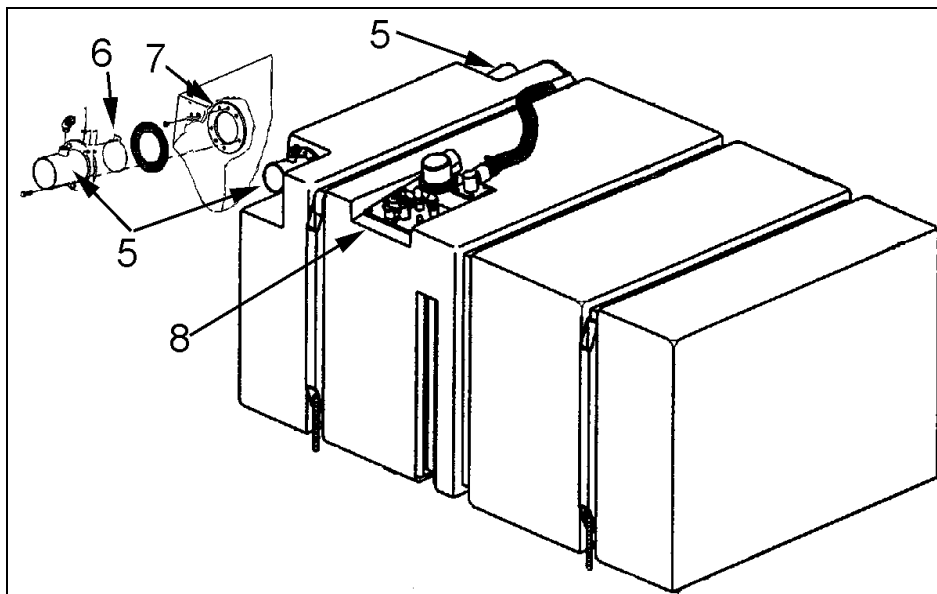

FIGURE 8 : ⑤ RACCORDS DU RÉSERVOIR, ⑥ CLAPET EXISTANT, ⑦ BRIDE INTÉRIEURE, ⑧ PANNEAU DES RACCORDS
6. Déboulonner et retirer les raccords fixés au réservoir (item ⑤ figure 8) en ayant pris soin préalablement de déconnecter la ligne de retour de carburant sur le raccord du côté droit.
7. Retirer les clapets anti-retour des raccords (item ⑥ figure 8).
10. Retirer le panneau des raccords (item ⑧ figure 8).
11. Fixer les brides intérieures du réservoir (item ⑦ figure 8) avec une attache de nylon puis déboulonner les brides et extraire du réservoir par l'ouverture laissée par le retrait du panneau des raccords. Pour extraire les brides, utiliser un broche d'acier que vous pliez pour en faire un crochet.
17. Remettre le raccord (item ⑤ figure 8) et serrer les écrous.